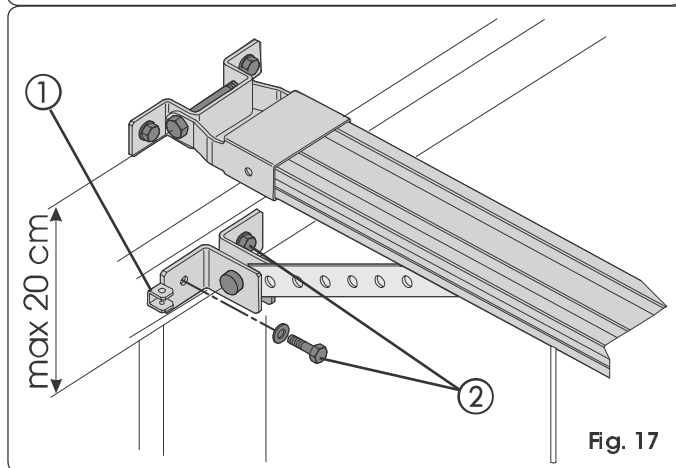

Fig. 17
- Coloque el empalme en la puerta de modo que el pasante del cable de desbloqueo esté dirigido hacia el lado izquierdo de la puerta (ref. ① Fig. 17).
- 4) Compruebe que la distancia entre los ejes de los orificios de fijación del empalme anterior y del empalme situado en la puerta no sea superior a 20 cm (Fig. 17). Para un correcto funcionamiento de la automatización, se aconseja evitar inclinaciones del brazo superiores a 30° respecto a la guía de deslizamiento.
- 5) Trace, taladre y fije el empalme a la puerta por medio de los tornillos (ref. ② Fig. 17) **NO** suministrados en dotación.